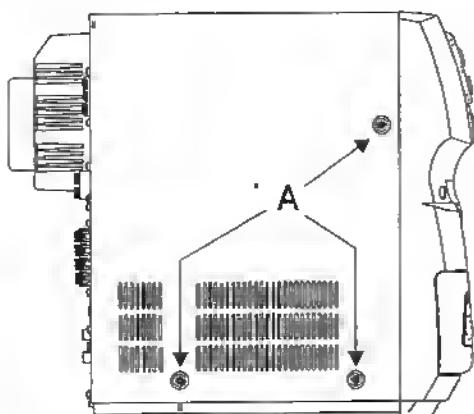

Fig. 1
- Retire os 3 parafusos laterais A (fig.1)